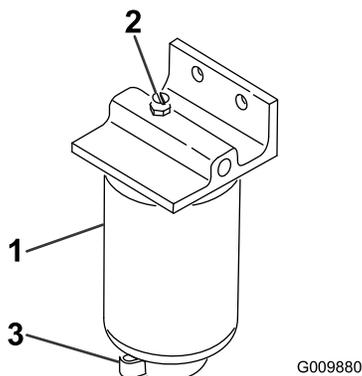

図 55
2. フィルタ容器 図 55 下部のドレンプラグをゆるめて水や異物を流し出す。
1. フィルタ容器(図 55)の周辺をウェスできれいにぬぐう。